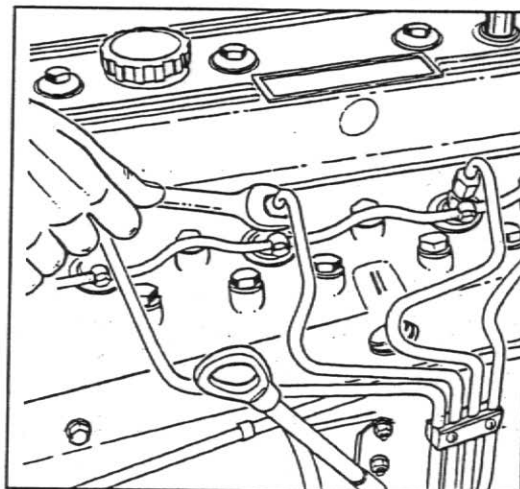

Fig. 10
4. Afrouxe duas porcas dos tubos de alta pressão junto aos injetores e dê partida no motor. Assim que o combustível sair sem bolhas, fixe as porcas com um torque de 23 - 30 Nm (2,3 - 3,0 kgfm) (17 - 22 lbf ft), fig.10.